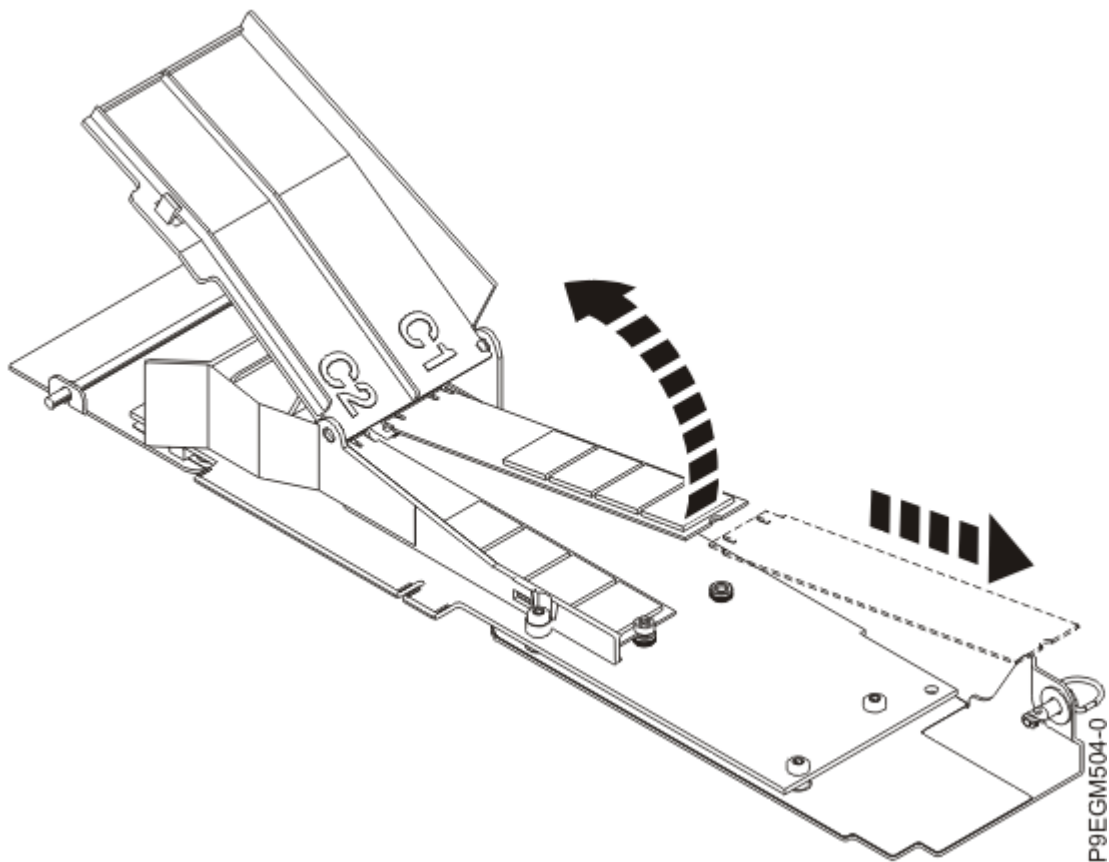

Abbildung 17. Flashmodul der NVMe M.2-Trägerkarte ausbauen
- c) Bauen Sie das Flashmodul aus, indem Sie es anheben und drehen (siehe Abbildung 17 auf Seite 23).